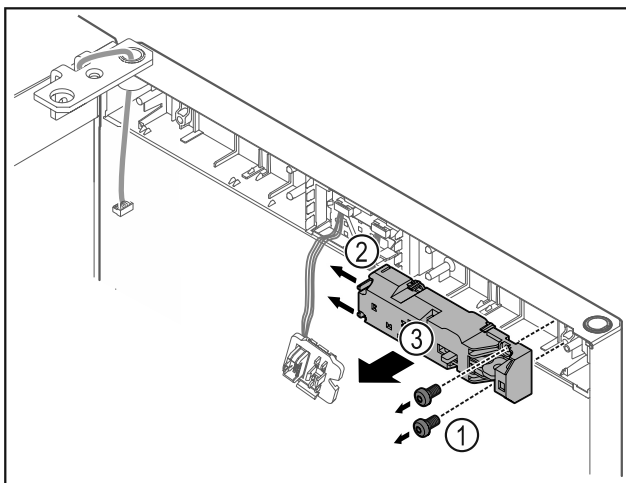

Fig. 17
- ▶ Αφαιρέστε τις βίδες Fig. 17 (1).
- ▶ Πιέστε τις προεξοχές ασφάλισης Fig. 17 (2) προς το πλάι και αφαιρέστε την τηλεχειριζόμενη κλειδαριά Fig. 17 (3).